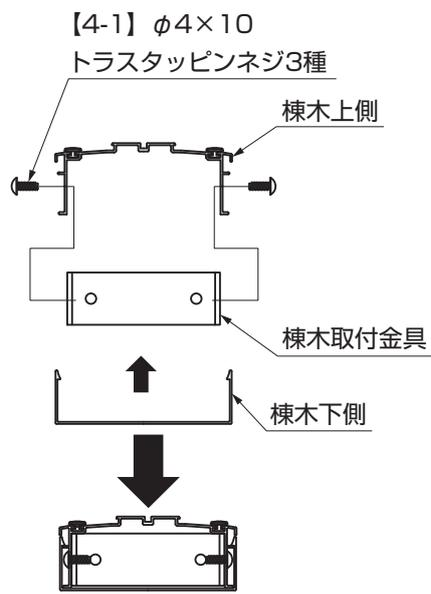

図7-5
- ③ 棟木上側を棟木取付金具に【4-1】で取付けてください。(図7-5参照)
- ④ 棟木下側を棟木上側にはめ込んでください。(図7-5参照)